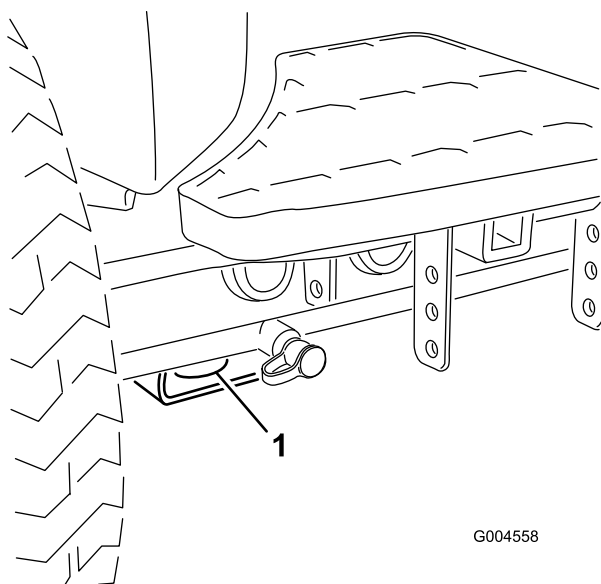

図 45
- ・ 前：各前輪の内側、アクスルチューブの下にある四角いパッド（図 45）